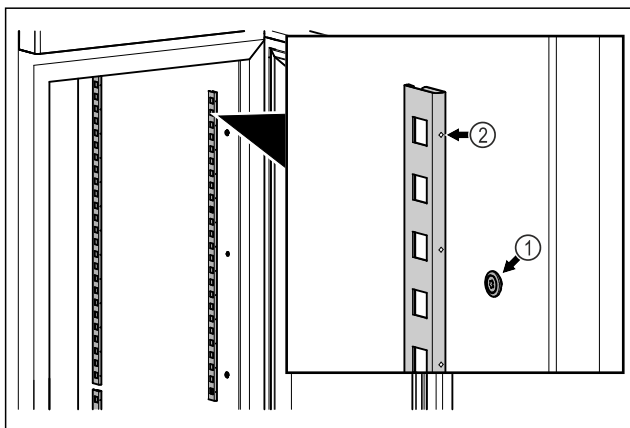

Fig. 56 Exempel
- Haka fast haklisterna i upphängningen Fig. 56 (1). Markeringen Fig. 56 (2) måste peka framåt.